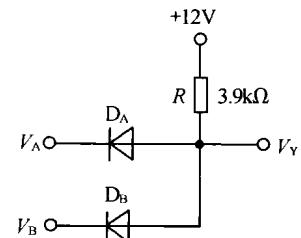

图 14.16
14.3.4 在图 14.16 所示电路中,试求:下列几种情况下输出端 Y 的电位 V_Y 及各元件(R , D_A , D_B)中通过的电流: